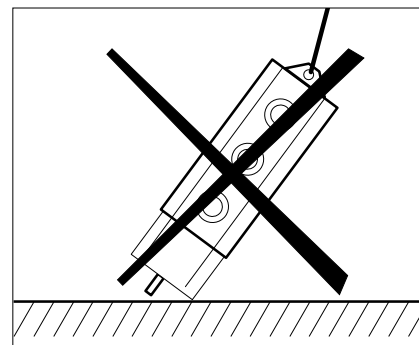

fig. 9
- ne pas se servir du capotage de la partie commande comme point d'appui (fig.9)